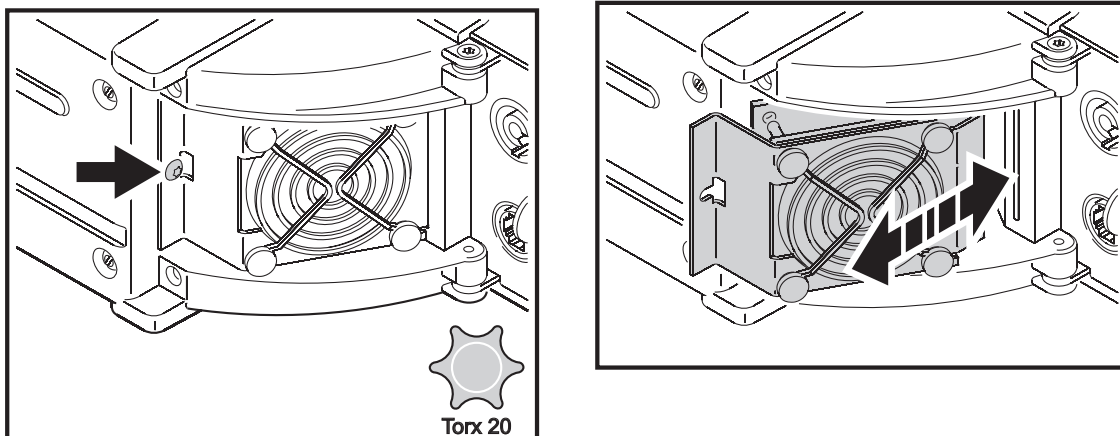

figura 4: rimozione ventola di raffreddamento
5. Vedere figura 4. Se una ventola di raffreddamento o una griglia richiede una pulizia più accurata, svitare leggermente la vite di fermo (indicata dalla freccia) del gruppo ventole ed estrarre il gruppo dalla copertura dell'estremità per poter accedere. Non deformare i fili verso la ventola. Spazzolare lo sporco dalle lame della ventola con una spazzola morbida, preferibilmente abbinando l'utilizzo di un aspirapolvere.